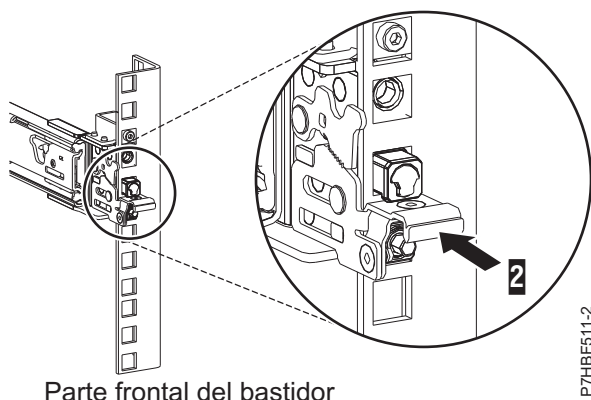

Figura 6. Pestillo colocado en el riel frontal del bastidor
7. Al tirar del riel deslizante hacia adelante, asegúrese de que las tres patillas sobresalen de los orificios del bastidor y, a continuación, empuje totalmente el pestillo frontal (2). Para obtener detalles, consulte Figura 6.